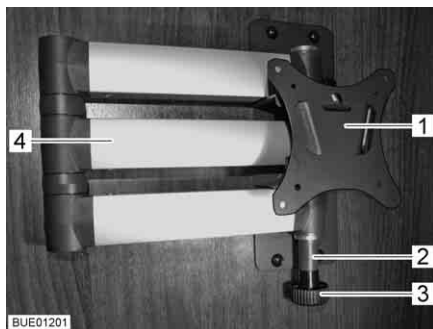

Fig. 60 Supporto con braccio snodato
- Tirare il bottone di sbloccaggio (Fig. 60,3). Il braccio snodato (Fig. 60,4) è sbloccato.
- Ruotare lo schermo piatto all'indietro nella sua posizione iniziale, finché il supporto (Fig. 60,1) non si innesta nel bloccaggio (Fig. 60,2).